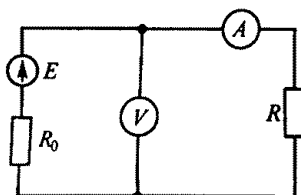

Рис. 6
1.10.Р. Каково внутреннее сопротивление R_0 источника электроэнергии на рис. 6, если при токе нагрузки 5 А вольтметр показывает 48 В, а при токе 10 А — 46 В?